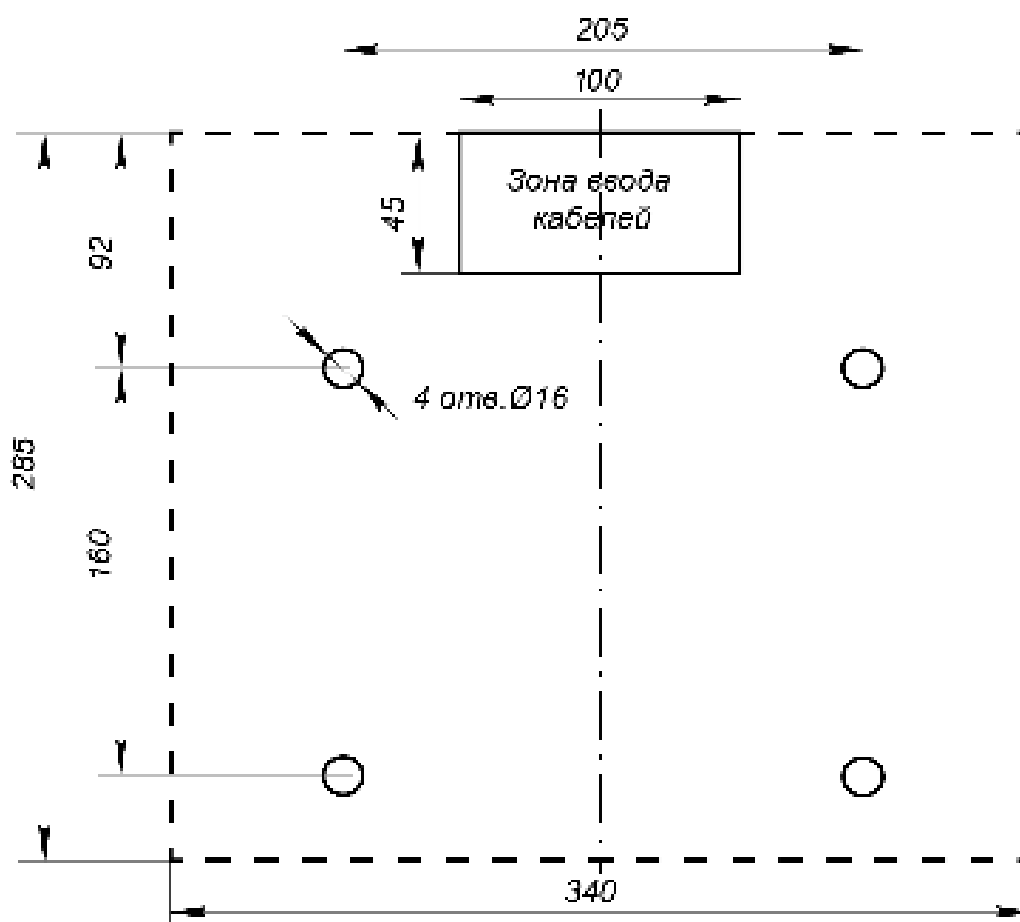
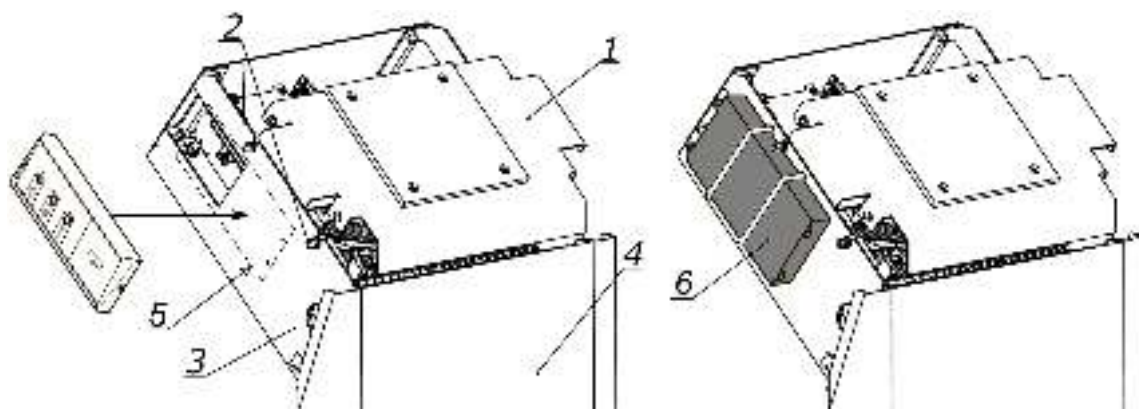

Рисунок 12. Разметка отверстий в полу под крепление стойки турникета (пунктиром показаны габариты основания)
Рисунок 13. Вид турникета без крышки, места установки считывателей
3. Произведите монтаж источник питания турникета (9) на отведенное для него место в соответствии с инструкцией в имеющейся на него эксплуатационной документации.
4. При необходимости прокладки кабелей под поверхностью пола подготовьте в полу кабельный канал к зоне ввода кабелей в стойку турникета. Расположение зоны ввода кабелей указано на схеме рис. 12.
5. Установите гильзы анкеров (15) в выполненные в полу отверстия так, чтобы они не выступали над поверхностью пола.
6. Снимите крышку турникета (2). Порядок снятия крышки см. в разд. 6.
7. Снимите усиливающую пластину (1, рис. 13). Для этого предварительно ослабьте отверткой шлицевой четыре винта крепления пластины (2, рис. 13).
8. Снимите заднюю стенку турникета (4, рис. 13). Для этого смещайте ее вверх вдоль стойки турникета, до тех пор, пока она не выйдет из зацепления со стойкой. Задняя стенка снабжена двумя парами зацепов, расположенными в ее верхней и нижней частях.
12. Подключите кабель (14) ПДУ (устройства РУ или контроллера СКУД) к выносной клеммной колодке **XS1**.
14. Подключите кабель питания (11) от источника питания турникета к выносной клеммной колодке **XS1**.
16. При необходимости произведите установку считывателей карт доступа на предусмотренные для этого места на стойке (5, рис. 13).
3. Проверьте надежность крепления преграждающих планок (3) к маховику и при необходимости подтяните установочные винты крепления преграждающих планок (3).
5. Снимите крышку турникета (2) с блоками индикации согласно разд. 6.
6. Снимите усиливающую пластину (см. рис. 13). Для этого предварительно ослабьте отверткой шлицевой 4 винта крепления пластины.